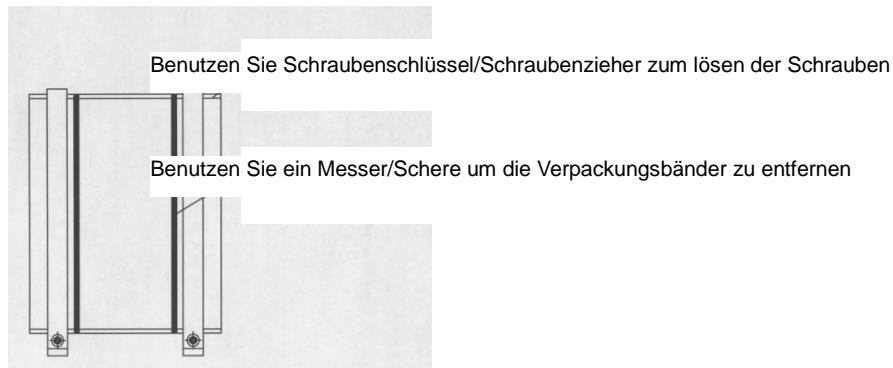

Abbildung 3-1 Entfernen von Deckel und Verpackungsbänder
2. Benutzen Sie Schraubenschlüssel/Schraubenzieher um die Schrauben zu lösen und um den Deckel dann leicht entfernen zu können. Siehe Abbildung 3-1.